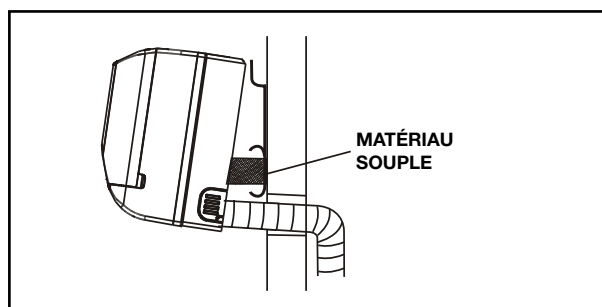

fig.7
3. Intercaler un matériau souple entre l'unité et le mur pour décoller légèrement l'appareil et simplifier le marquage des tuyaux (fig. 7). Après l'opération, enlever cette épaisseur.